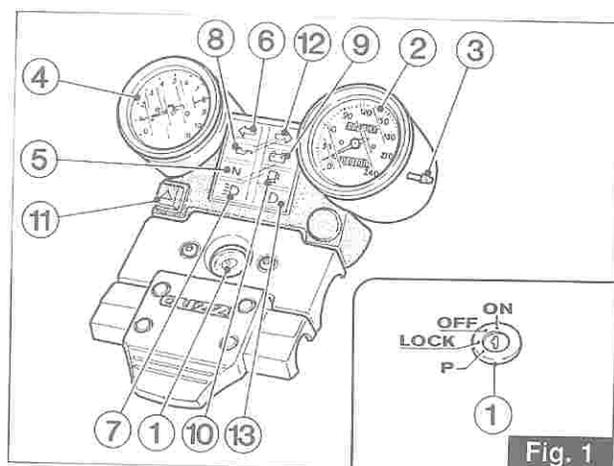

Fig. 1
**Quadro di controllo (fig. 1)**
**Control panel (fig. 1)**
Con chiave «1» di fig. 1 (posizione «ON»), il veicolo è pronto per l'avviamento.
Fermato il motore, ruotare la chiave del commutatore di fig. 1 in posizione «OFF» ed estrarre la chiave dal commutatore.
With the key «1» in fig. 1 (position «ON»), the vehicle is ready for starting. To start the engine:
Once the engine has stopped, turn the key switch (fig. 1) until «OFF»; remove the key from the switch.